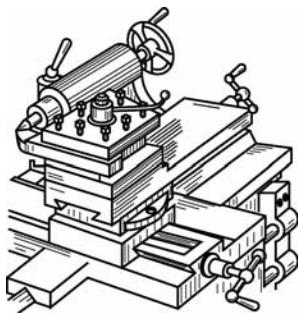

图 5-40 用车床尾座后顶尖对中心高
- ②利用车床尾座后顶尖对刀,装夹车刀,如图 5-40 所示。